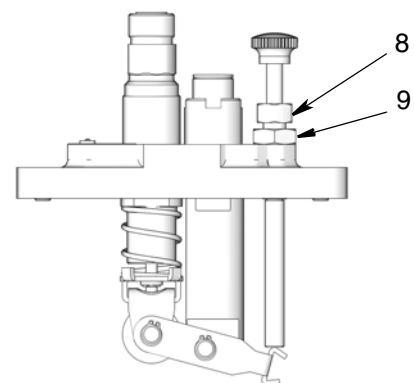

FIG. 9
Il volume della pompa è controllato mediante una vite di regolazione esterna (8) (FIG. 9). Ruotando la vite di regolazione si modifica la lunghezza della corsa del pistone che modifica il volume di scarico della pompa.
1. Allentare il dado della vite di regolazione (9) (FIG. 9).
2. Ruotare la vite di regolazione (8) (FIG. 9):
3. **Solo per modelli alimentati ad aspirazione e a gravità:** Con il lubrificatore in funzione, contare le gocce che cadono dal flessibile di gocciolamento (4) nel pozzetto visivo (2) in un minuto.
5. Una volta regolata la pompa alle specifiche adeguate, serrare il dado della vite di regolazione (9) (FIG. 9).
Il numero di gocce viste cadere nel pozzetto visivo è pari alla quantità di olio scaricato dalla pompa. Il volume della pompa può essere regolato utilizzando la vite di regolazione (8) (FIG. 9) per modificare la corsa del pistone. (Vedere Regolazione della pompa).